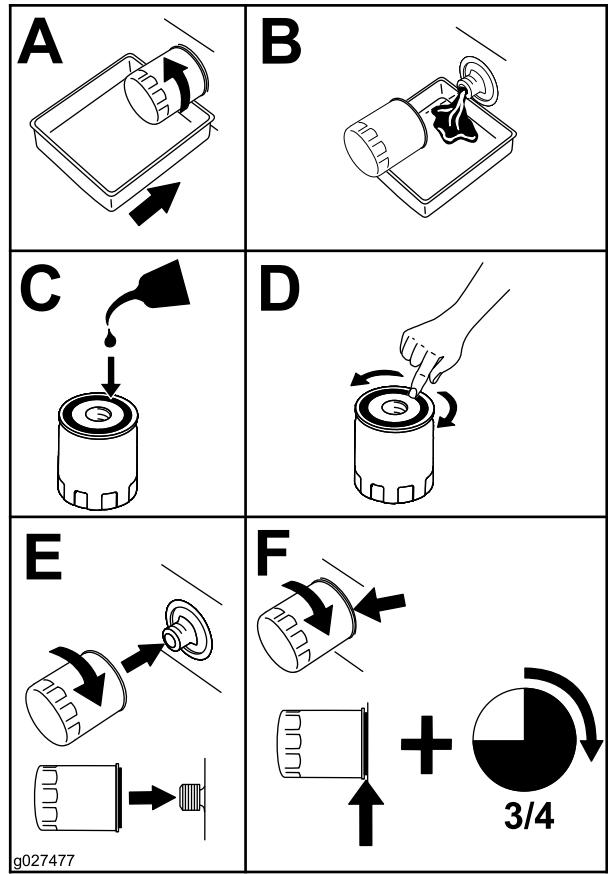

Bild 42
4. Wechseln Sie den MotorölfILTER (Bild 42).